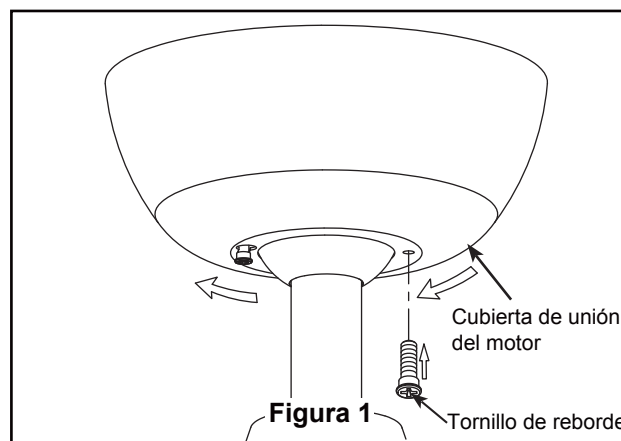

Figura 1
- 1. Instale la cubierta rotando la ranura clave en la cubierta sobre el tornillo de hombro del soporte del gancho, teniendo cuidado de no pillar los cables. Instale adecuadamente y fije el segundo tornillo de hombro que fue anteriormente guardado y fije el tornillo de hombro. (Figura 1)